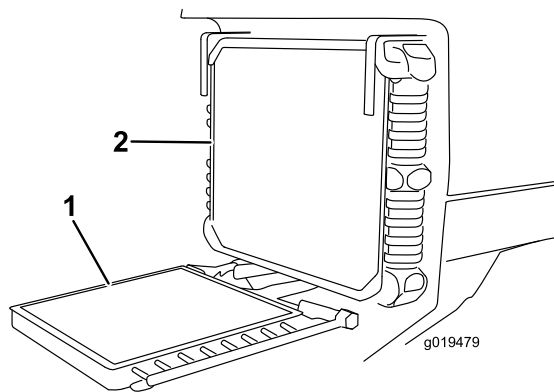

Figura 74
3. Desaparafuse os manípulos e desloque o refrigerador do óleo para trás (Figura 74). Limpe os dois lados do refrigerador do óleo e a zona do radiador com ar comprimido. Não utilize água. Abra o capot e remova os detritos acumulados. Desloque o refrigerador do óleo para a posição inicial e aperte os manípulos.